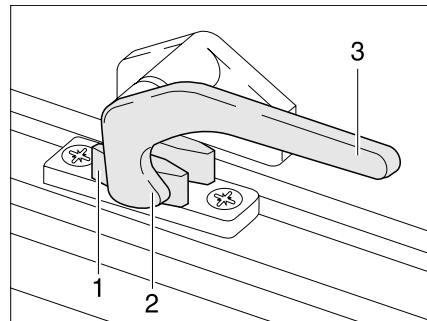
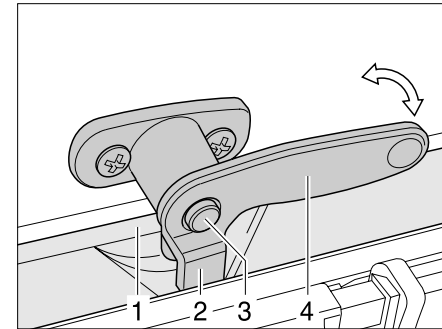

Bild 15 Verriegelungshebel in Stellung „geschlossen“
Bild 16 Verriegelungshebel mit Sicherungsknopf in Stellung „geschlossen“
- ▶ Falls vorhanden, den Sicherungsknopf (Bild 16,3) drücken und gedrückt halten.
- ▶ Den Verriegelungshebel (Bild 15,3 bzw. Bild 16,4) eine viertel Umdrehung zur Fenstermitte hin drehen.
- ▶ Den Verriegelungshebel (Bild 15,3 bzw. Bild 16,4) eine viertel Umdrehung zum Fensterrahmen hin drehen. Die Verriegelungsnase (Bild 15,2) liegt auf der Innenseite der Fensterverriegelung (Bild 15,1).
- in Stellung „fest verschlossen“ (Bild 15)